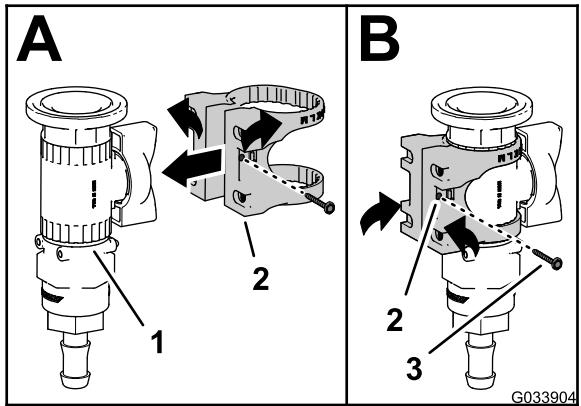

図 27
1. 図 27 の A に示すように、制御バルブにバルブマウントを組み付ける。
2. フランジヘッドねじ#6を使って、バルブマウントを制御バルブに固定し、ねじを手締めする図 27 のB。